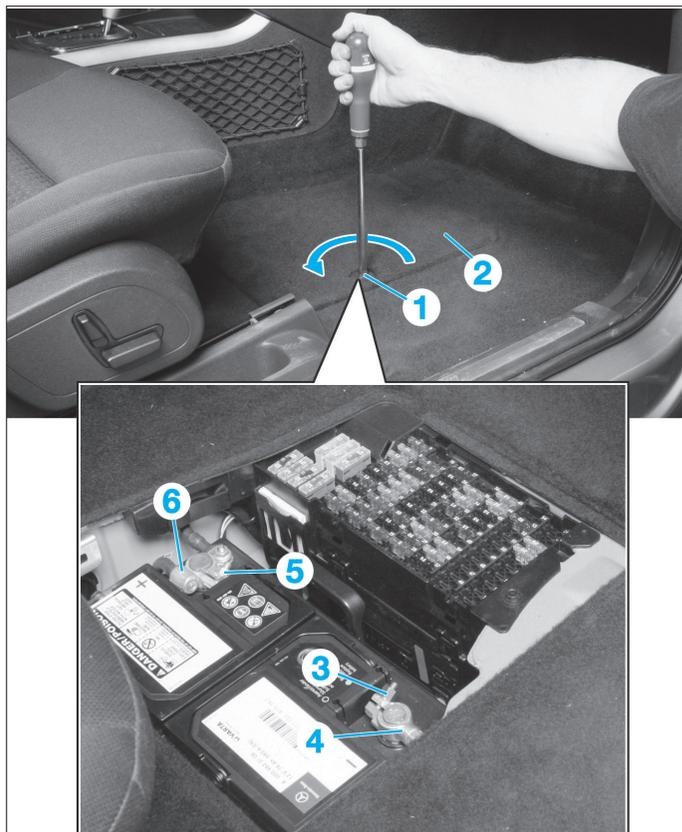

FIG. 6
- Déverrouiller la vis de retenue (1) de 90° dans le sens contraire des aiguilles d'une montre, soulever le cache (2) et l'enlever du plancher passager (Fig.6).